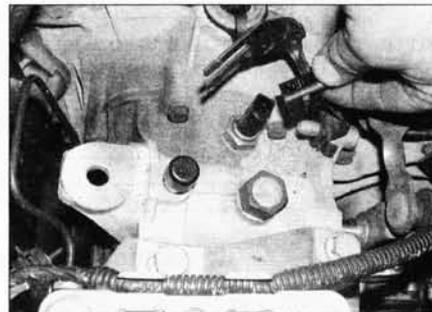

Рис. 5.7. Рассоедините электрический разъем выключателя фонарей заднего хода — коробка передач O2K
- 7 Рассоедините электрический разъем выключателя фонарей заднего хода (рис. 5.7).